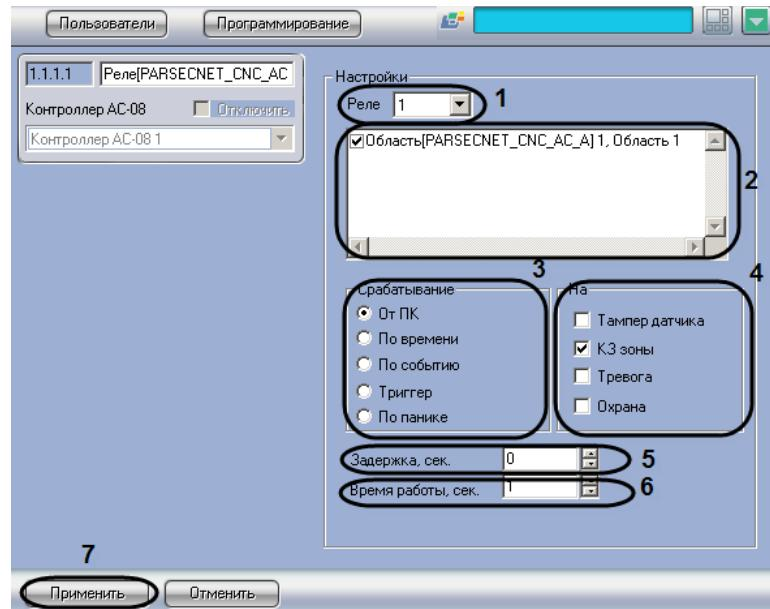

Рис. 3.5—7 Панель настроек объекта Реле
2. Из раскрывающегося списка **Реле** выбрать порядковый номер реле (см. Рис. 3.5—7,1).
3. Установить флагки напротив тех охранных областей, в которых используется данное реле (см. Рис. 3.5—7,**2**).